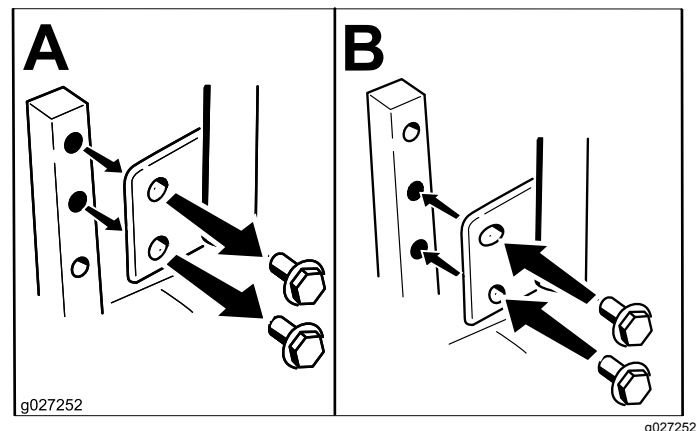

Figura 10
Las palancas de control de movimiento pueden ser ajustadas hacia arriba o hacia abajo para que su manejo sea más cómodo (Figura 10).
2. Afloje el perno inferior lo suficiente para poder desplazar hacia adelante o hacia atrás la palanca de control (Figura 10).